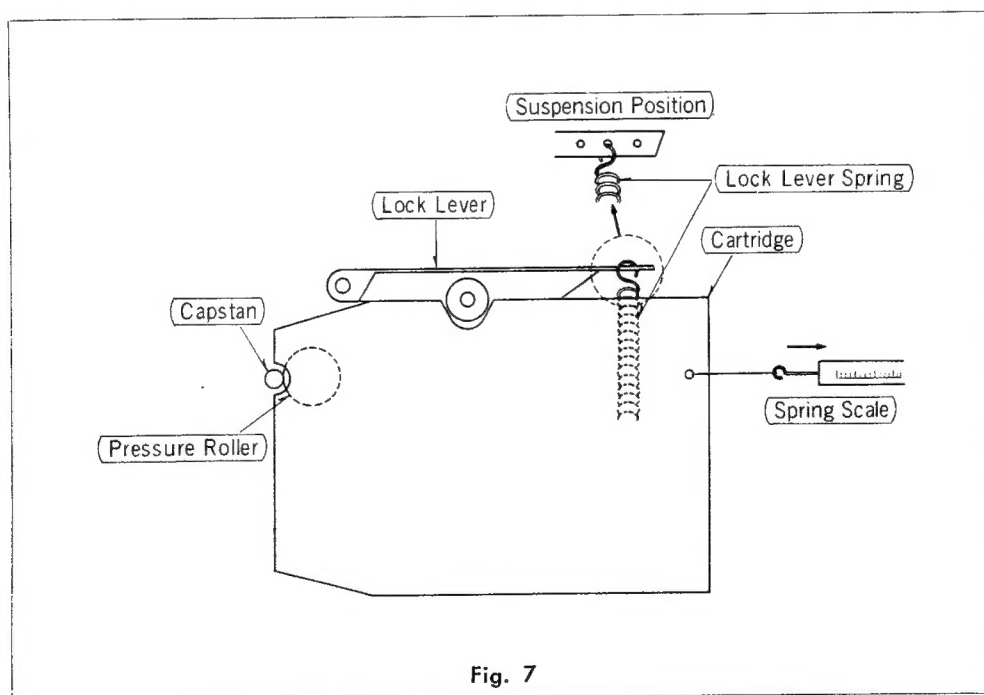

Fig. 7
- Measuring figure: Refer to fig. 7.
- Measuring method: Insert the standard cartridge in the tape player, and take the measurement by pulling it with the spring scale, as shown in fig. 7.
- Cifra de medida: Véase la fig. 7.
- Forma de medir: Introdúzcase un cartucho ordinario en el reproductor y midase tirándolo con la escala de resorte, como se indica en la fig. 7.
- Figure décrivant la mesure: Se référer à la fig. 7.
- Méthode de mesure: Insérer la cartouche standard dans le lecteur de bande et prendre la mesure en la tirant avec le peson à ressort, comme indiqué à la fig. 7.
- Meßbild: Vergl. Abb. 7.
- Meßmethode: Legen Sie das Cartridgetonband in den Tonbandspieler ein und messen Sie aus, indem Sie es mit einer Federwaage ziehen, wie in Abb. 7 gezeigt wird.